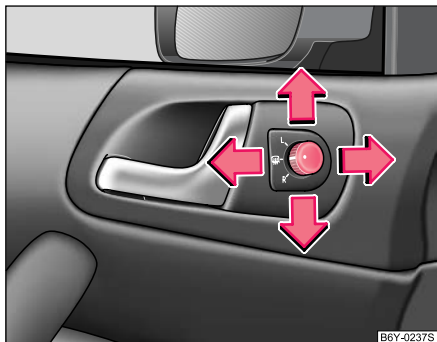

Abb. 42 Türinnenteil:
- Stellen Sie den Drehknopf in die Position  => Abb. 42.